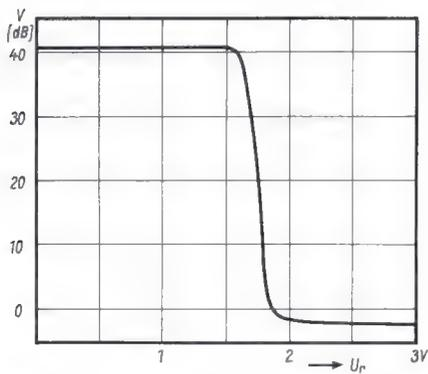

Bild 4. Die Verstärkung der Regelschaltung als Funktion der Regelspannung
Ein weiterer Effekt erhöht die Regelfähigkeit weiter. Wenn nämlich die Kollektor-Emitter-Spannung unter die Restspannung sinkt, wirkt Transistor B als ohmsche Belastung des Transistors A, wodurch die Verstärkung nach Gleichung (5) weiter absinkt. Der Regelumfang ist aus Bild 4 zu ersehen.